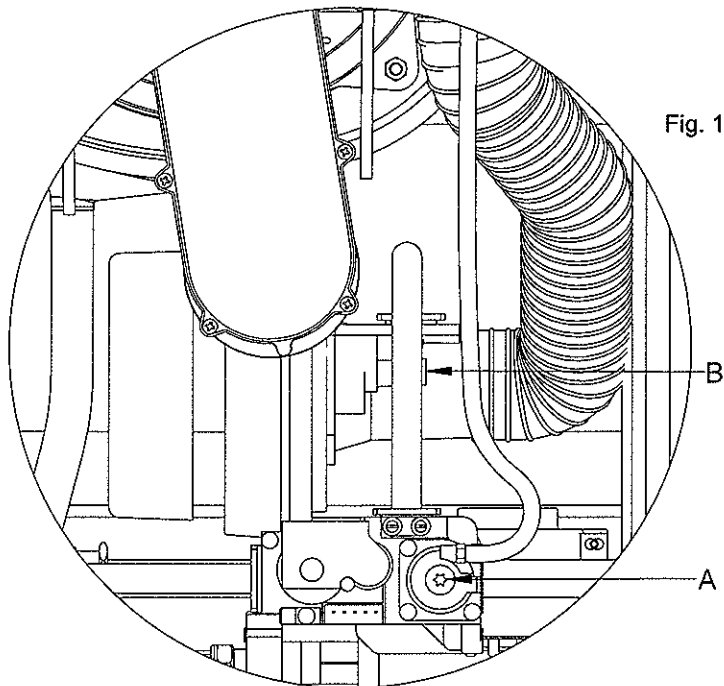

Fig. 18
- ◆ Regolare, se necessario, il relativo valore (vedi tabella 6), agendo sulla vite (B) del Venturi, rappresentato in fig. 18 con chiave esagonale 4mm a brugola .
- ⇒ se necessario agire sulla vite di Off-Set (A) della valvola gas, in senso orario per aumentare la % di CO₂, in senso antiorario per diminuire la % di CO₂;